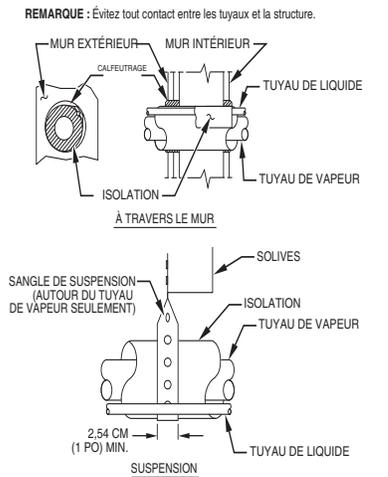

Fig. 1 – Installation de la tuyauterie A94028
5. Lorsque vous acheminez les conduites de frigorigène à travers le mur, scellez l'ouverture au moyen d'un composé à base de silicone résistant aux variations de température ou de tout composé de calfeutrage souple à base de silicone (consultez la Fig. 1).
7. Ne suspendez pas les conduites de frigorigène aux solives aux poutres au moyen de fils rigides ou de sangles en contact direct avec les conduites (consultez la Fig. 1).
9. Au besoin, utilisez les sangles de suspension de 25,4 mm (1 po) de largeur qui correspondent à la forme de l'isolation des conduites (voir Fig. 1).